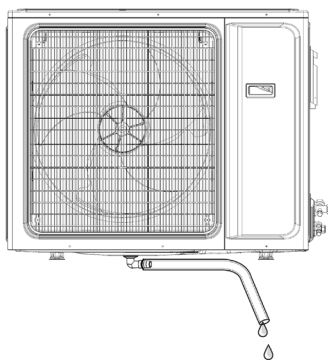

fig. 8
4. Controllare che il tubo abbia una pendenza tale da consentire il deflusso naturale della condensa (Fig. 8).